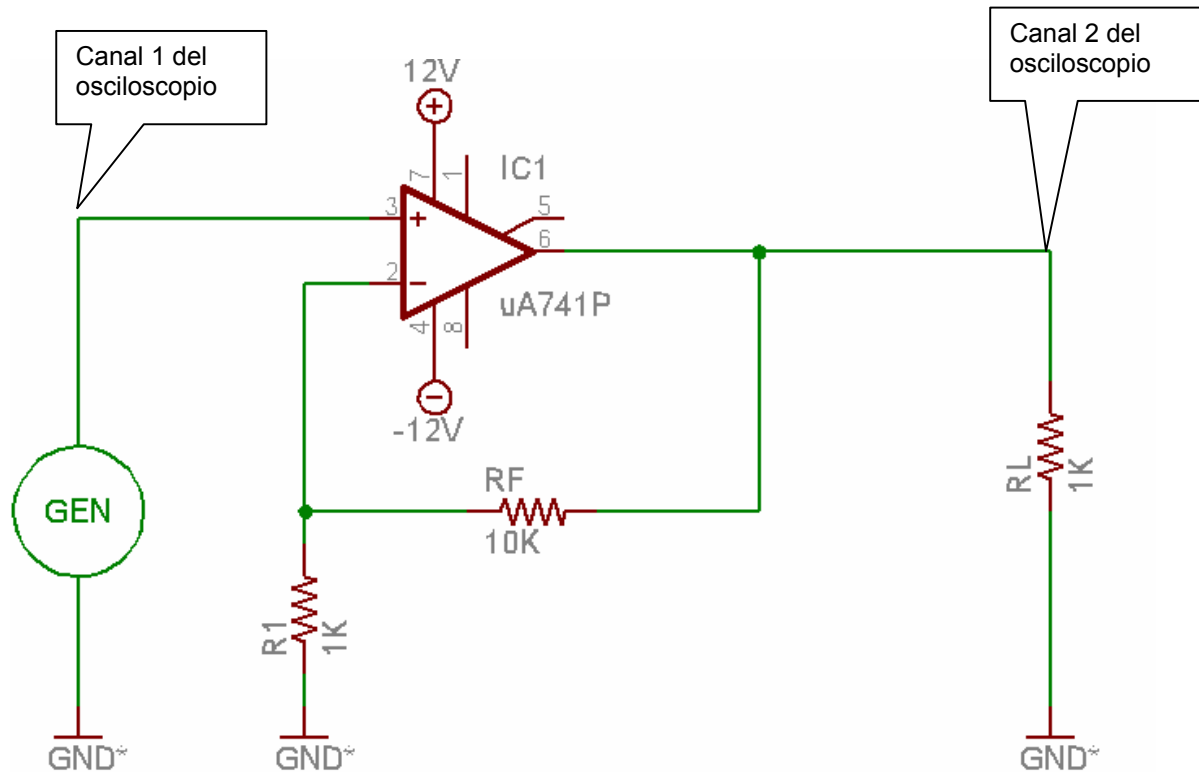

FIGURA 1 Amplificador no Inversor
- Arme el circuito de la figura 1